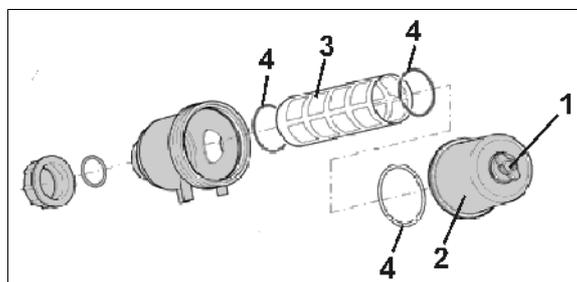

Fig. 114
Nettoyez le filtre d'aspiration (Fig. 114) tous les jours après la pulvérisation.
4. Desserrez la vis à ailettes (Fig. 114/1) du filtre d'aspiration.
5. Extrayez le pot du filtre (Fig. 114/2) en le tournant doucement vers la droite et vers la gauche.
6. Extrayez la cartouche filtre (Fig. 114/3) et nettoyez la à l'eau.
7. Contrôlez le bon état des joints toriques (Fig. 114/4).
Vérifiez que les joints toriques sont bien en place (Fig. 114/4).